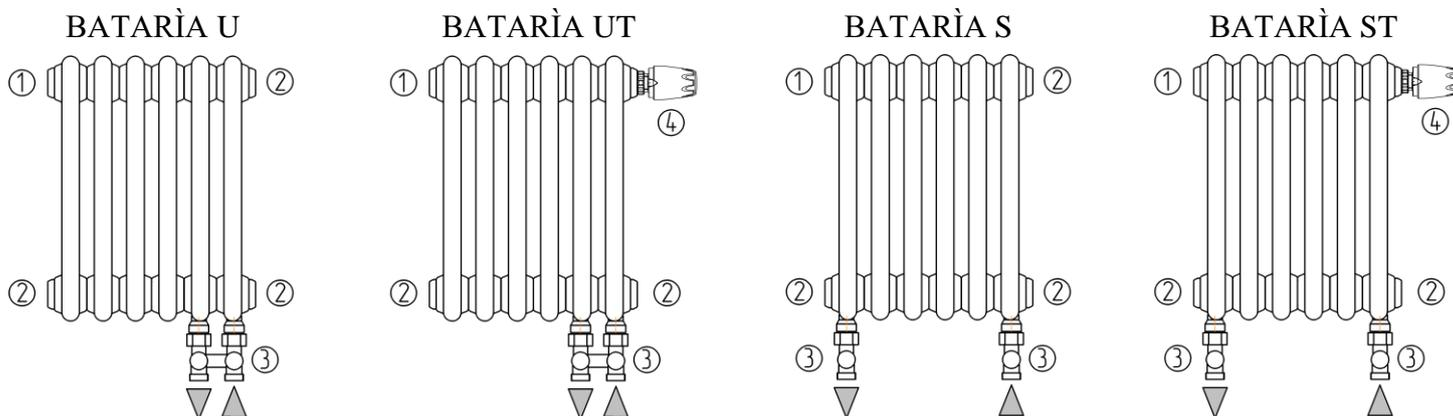

Рис. 3 1. Кран Маевского-воздухоотводчик. 2. Пробка глухая. 3. Арматура нижнего подключения. 4. Термостат.
5.6. Схемы вариантов нижнего подключения приведены на рис.3. Присоединение прямой и обратной магистрали должно соответствовать стрелкам на рисунке. Правостороннее или левостороннее подключение выбирается поворотом радиатора на 180°. Термоголовка и арматура нижнего подключения в комплектацию не входят и приобретаются отдельно.